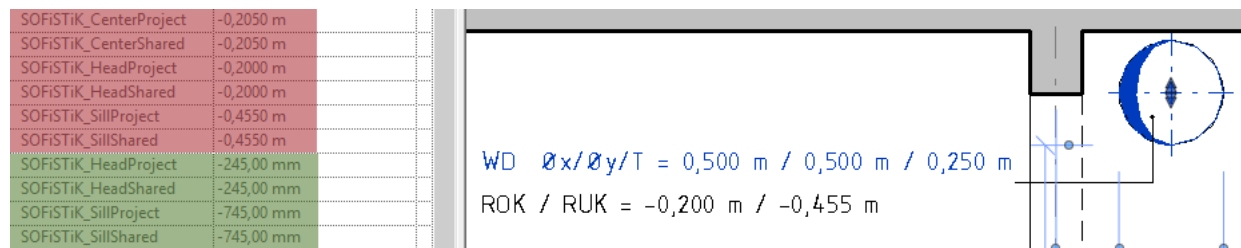

Bild 20: Doppelte Öffnungshöhen-Parameter nach dem Konvertieren
- Ab der Version Revit 2017 sind die Öffnungshöhen-Parameter (Shared Parameter) vom Parameter-typ „Rissbreite“. Grund hierfür ist, dass die Öffnungen dann auch in Gruppen verwendet werden und die Parameterwerte unterschiedlich sein können. Dadurch gibt es neue GUID's der Parameter und beim Konvertieren von alten Projekten kann es dazu kommen, dass die Öffnungshöhen-Parameter doppelt vorhanden sind (s. Bild 20). Dabei sind die Roten Parameter die Alten und die Grüne die Neuen. Dies kann man sehr schön an der Einheitenformatierung erkennen. Die Alten waren vom Parametertyp „Länge“ (im Bild in „m“), Die Neuen sind vom Typ „Rissbreite“ (im Bild in „mm“). Damit die Beschriftungsfamilie die Neuen Parameterwerte ausliest, muss die im Projekt vorhandene Familie mit der aktuellen Beschriftungsfamilie (BiMTOOLS Library 2018) ausgetauscht (geladen) werden..